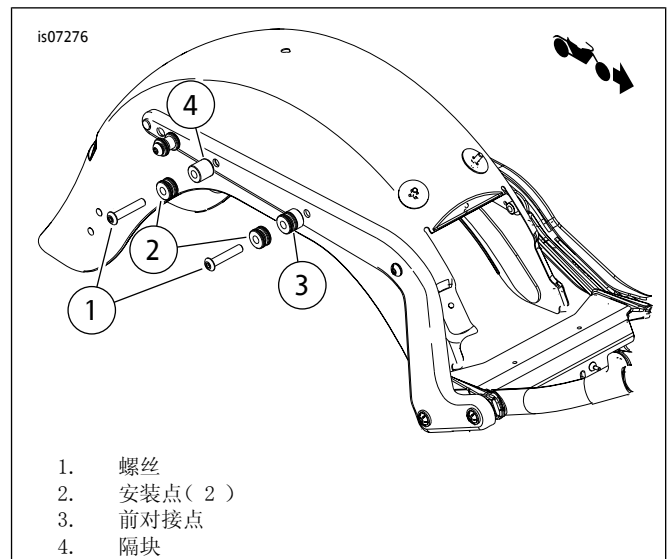

图4. 安装对接点(带其它可拆卸式附件)
**带其它可拆卸式附件:** 参见图4。将螺丝(1)穿过微型对接点(2)和前对接点(3)及后部隔块(4)。将螺栓安装到挡板支撑安装架中(挡板内部)。拧紧螺丝至28-36 N·m(21-27 ft-lbs)。